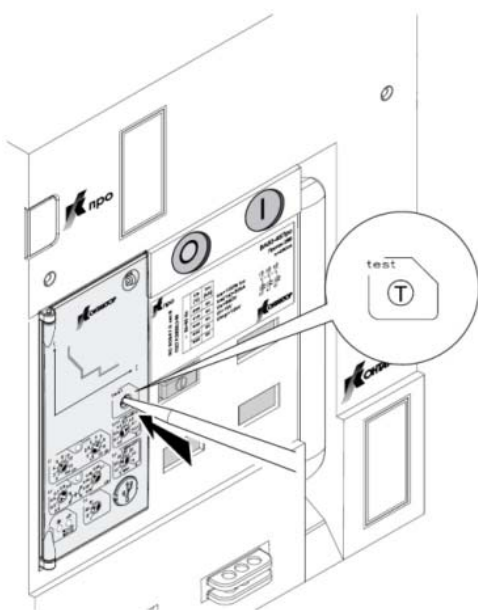

Рисунок 18. Кнопка проверки работоспособности электронного расцепителя
2.3.6 В правой части лицевой панели электронного расцепителя тока расположена кнопка проверки работоспособности выключателя и электронного расцепителя (см. рис. 18).